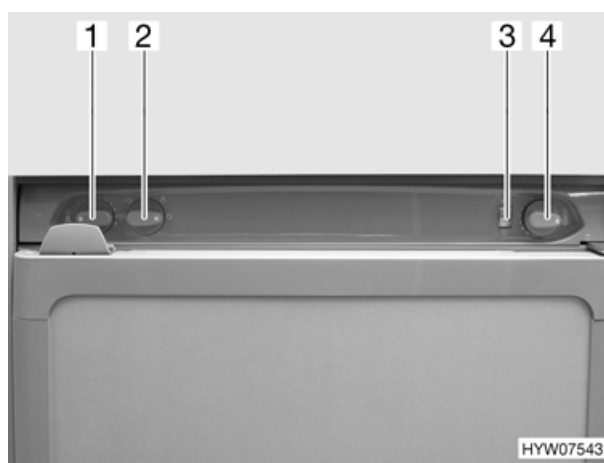

Bild 84 Bedienelemente für Kühlschrank (Variante 2)
- Energie-Wahlschalter (Bild 84,2) auf Gas stellen.
- Drehregler (Bild 84,4) auf Stufe 5 stellen, drücken und gedrückt halten. Die Gaszufuhr ist geöffnet. Der Zündvorgang erfolgt automatisch. Ein tickendes Geräusch ist hörbar, bis der Zündvorgang erfolgreich abgeschlossen ist.
- Drehregler gedrückt halten, bis der Flammenanzeiger (Bild 84,3) grün wird, dann loslassen. Falls die Flamme erlischt, wiederholt das Zündgerät automatisch den Zündvorgang.
- Kühltemperatur mit dem Drehregler (Bild 84,4) einstellen.
- Energie-Wahlschalter (Bild 84,2) auf "O" stellen. Das Gerät ist abgeschaltet.
- Energie-Wahlschalter (Bild 84,2) auf 230-V-Betrieb  stellen.
- Kühltemperatur mit dem Drehregler (Bild 84,1) einstellen.
- Energie-Wahlschalter (Bild 84,2) auf 12-V-Betrieb  stellen.